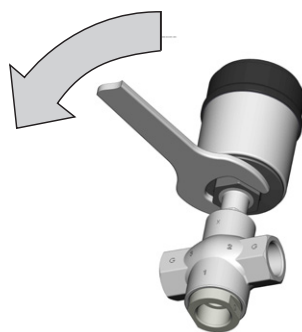

Bild 4: Antrieb drehen
► Den Antrieb **nur im vorgegebenen Richtungssinn** drehen (siehe „Bild 4“).